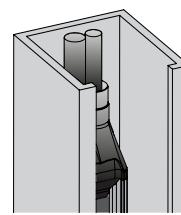

Figura 7: GridScan/Pro con blanqueo secuencia (Versión estándar)
- ▶ Instale el perfil receptor en la guía más próxima a la unidad de control de la puerta (Figura 7).